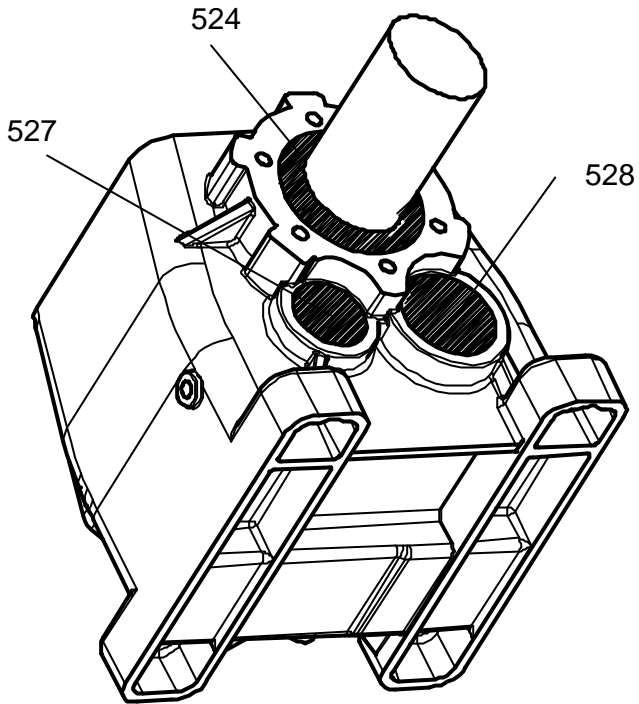

fig 8
1- Manteniendo el cuerpo con eje de salida hacia arriba se colocan los tapones de cierre (527 y 528) y el retén de salida (524) con el labio prelubricado cuidando que no dañe el mismo y respetando la correspondiente alineación con el cuerpo (Ver fig.8).